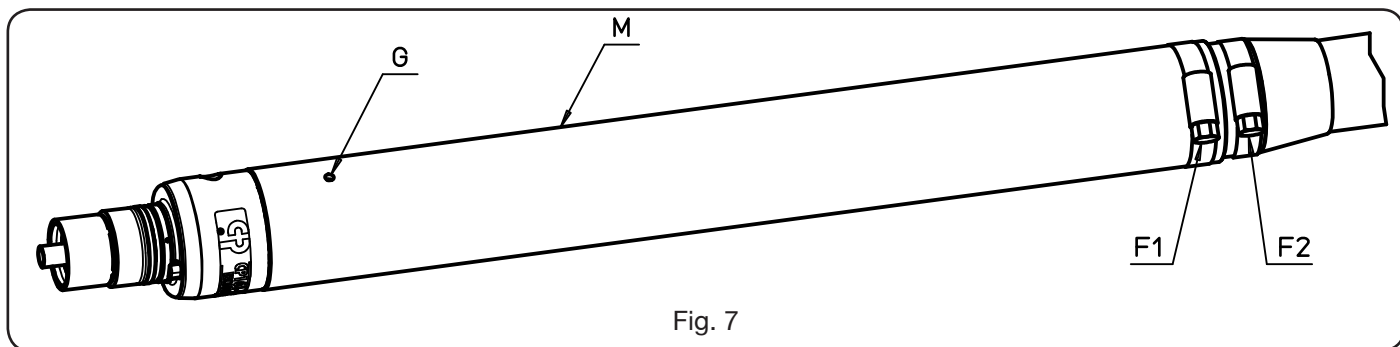

Fig. 7
- Togliere la fascetta **F1** di Fig.7 e sfilare all'indietro la calza;
- Togliere la fascetta **F1** di Fig.7 e sfilare all'indietro la calza.